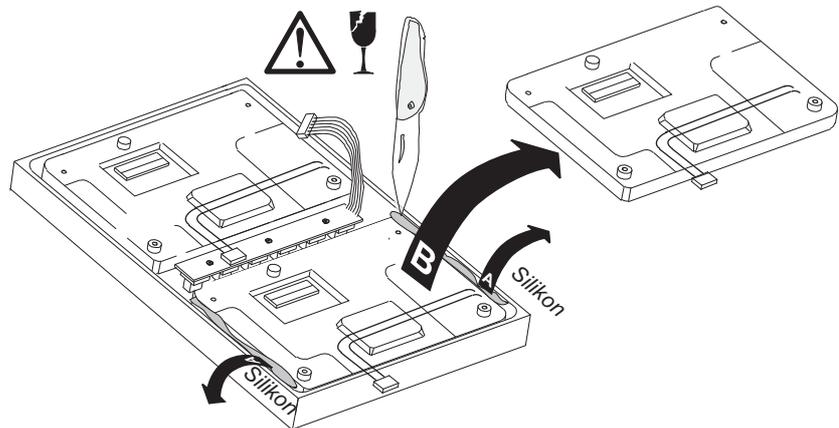

Bild D 8-28: Lösen und Entfernen des defekten Displays
5. Lösen Sie vorsichtig das Silikon (siehe Bild D 8-28, A) und entnehmen Sie das defekte Display. Beschädigen Sie nicht die Kabel (siehe Bild D 8-28, B).